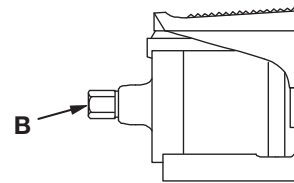

Figure 5
1. Voir la figure 5. Raccorder une source d'alimentation en air de 15,3 m3/h [9 pi3/mn] (minimum) au connecteur pivotant NPTF de 1/4" (B) de la pompe à air. Utiliser exclusivement un flexible ou un raccord rapide de 1/4". L'usage d'un raccord plus gros et lourd n'est pas recommandé. Étanchéiser le branchement avec un composé pour filetage de haute qualité.